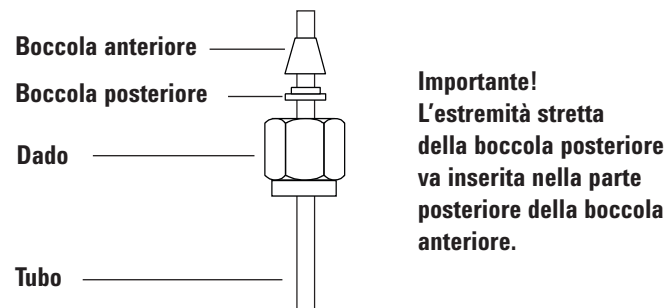

Figura 17 Dadi e boccole Swagelok
- 1 Inserire un dado Swagelok, una boccola posteriore e una anteriore sui tubi come rappresentato in Figura 17.